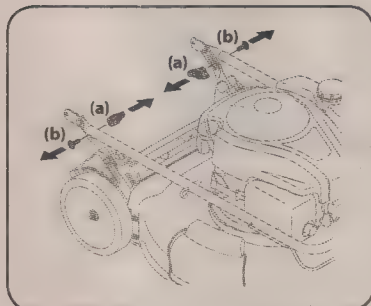

Figura 2-1
2. Retire las perillas de aleta (a) y los pernos de carro (b) de la manija como se muestra en la Figura 2-1. No afloje o quite los tornillos de cabeza hexagonal adyacentes.